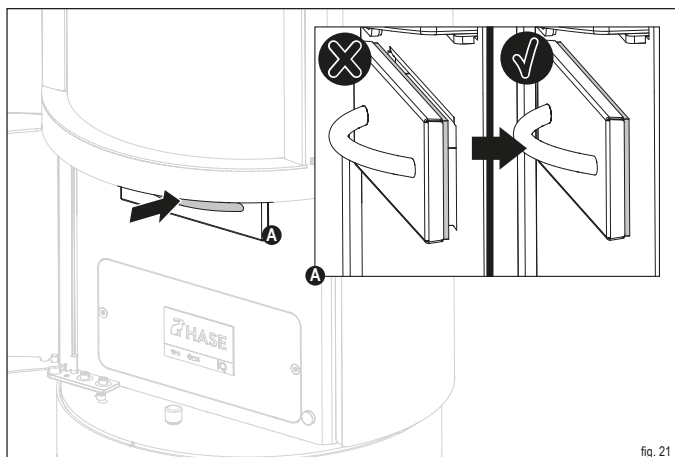

fig. 21
Durante l'inserimento assicurarsi che il cassetto di raccolta della cenere collida con la guarnizione (fig. 21). Si eviterà in tal modo di interferire con il processo di combustione a causa di un'alimentazione scorretta dell'aria. Per rimuovere il cassetto di raccolta della cenere procedere come segue:
- ✓ Spingere il cassetto di raccolta della cenere di nuovo nell'apertura in modo tale che esso collida con la guarnizione (fig. 21).
- ▶ **Spingere il cassetto di raccolta della cenere di nuovo nell'apertura (fig. 21).**